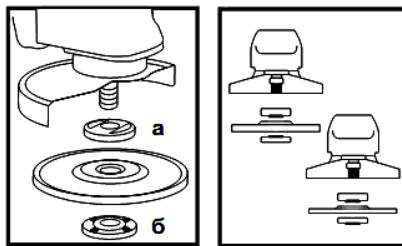

Рисунок 2
### 4.4 Встановіть на виріб абразивний шліфувальний або відрізний круг. Для цього натисніть на кнопку фіксації шпинделя (1) і поверніть шпиндель до фіксації. За допомогою вілочного ключа з комплекту виробу відверніть і зніміть затискну гайку (б) (див. рис. 2). Встановіть шліфувальний диск на посадкове місце фланцевої шайби (а) (рис. 2), накрутіть затискну гайку на шпиндель і затягніть її ключем з комплекту виробу.